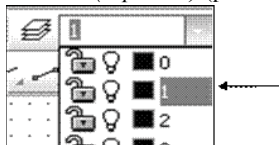

Рис. 84
5. Сделать активным первый слой (*черновик*) (рис. 84).